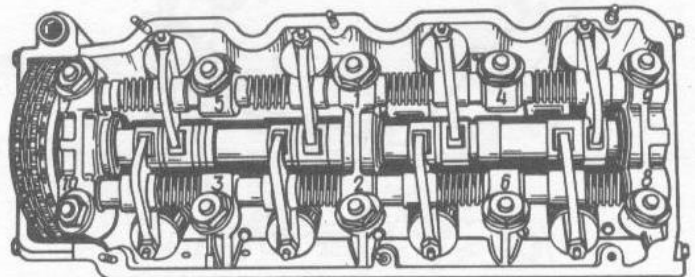

Bild 2-35. Reihenfolge beim Festziehen der Befestigungsmuttern am Zylinderkopf des Motors 331.10
- das Anziehen der Befestigungsmuttern für Zylinderkopf in der in Bild 2-35 gezeigten Reihenfolge ausführen. Das endgültige Festziehen mit einem Kraftmeßschlüssel mit Anziehdrehmoment 90-100 Nm (9-10 kpm) durchführen;